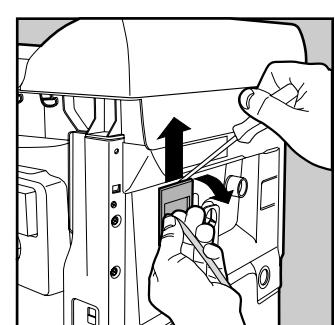

Fig. 4
4. Desenrosque los 2 tornillos externos de fijación del filtro y, con la ayuda de un destornillador (ver la fig. 4), desengáncelo de la parte posterior tirando hacia arriba.